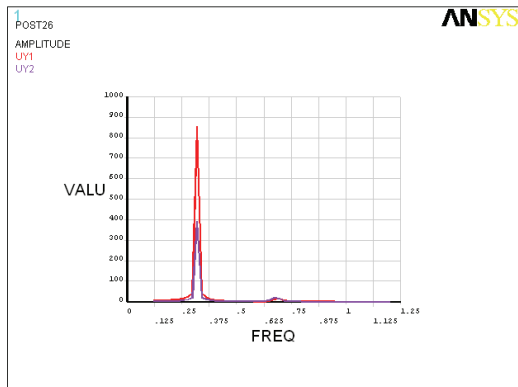

图 4-51 节点位移频率变化关系曲线
4) 选择 Main Menu | TimeHist Postpro | Graph Variables 命令, 出现 Graph Time-History Variables 对话框, 在 NVAR1 1st variable to graph 输入栏中输入 2, 在 NVAR2 2nd variable 输入栏中输入 3, 单击 OK 按钮, ANSYS 显示窗口将显示节点 1、2 的位移频率响应曲线, 如图 4-51 所示。